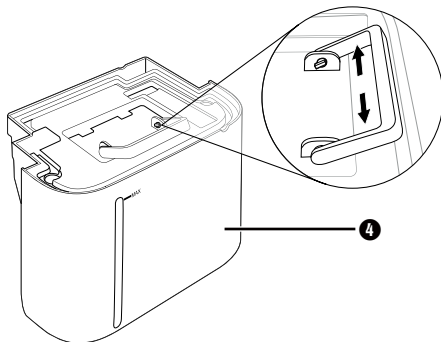

Fig. 5
- ◆ For at rengøre vandbeholderen ④ indeni skal låget tages af. Flyt håndtaget så langt frem, at tapperne på håndtaget stemmer overens med noterne på vandbeholderen ④. Nu kan du løsne håndtaget ved at trykke det ud af noterne på begge sider (se fig. 5).